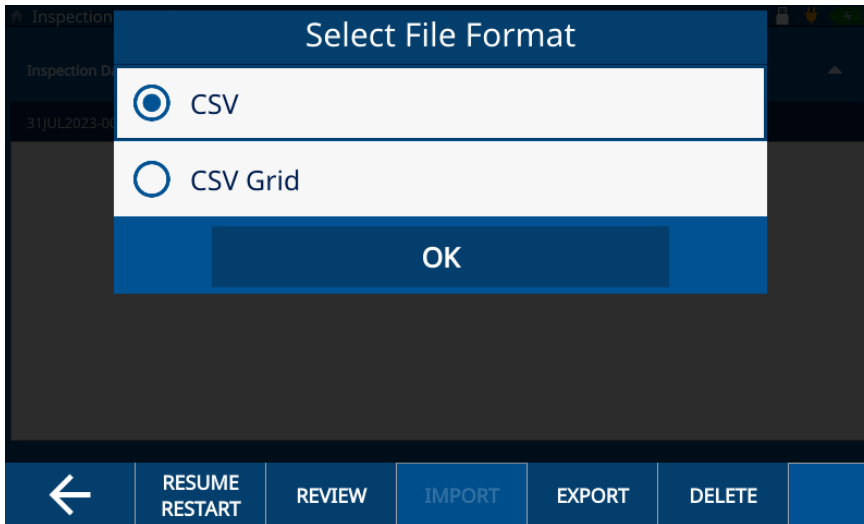

図 7-9 ファイル形式選択ウィンドウ
5. ポップアップウィンドウから希望のファイル形式 (CSV または CSV グリッド) を選択し、**OK** をタップします (71 ページの図 7-9 参照)。